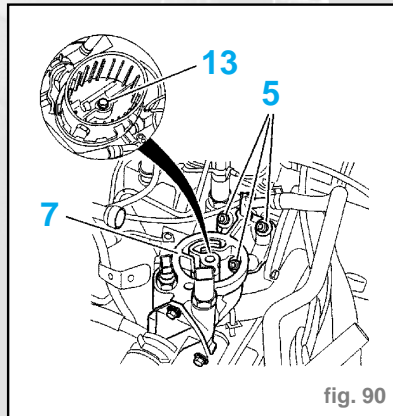

fig. 90
- Reposer le boîtier de sortie d'eau (7) équipé d'un joint neuf (fig. 90).